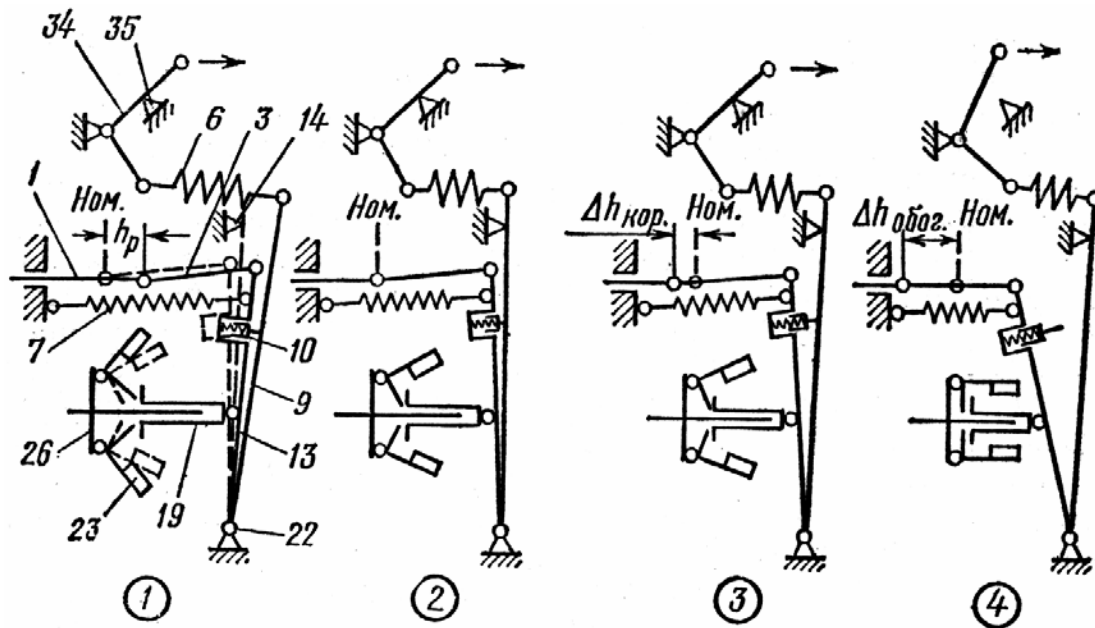

Рис. 4.24. Схема действия регулятора насоса УТН-5А при различных режимах работы двигателя:
6. По плакату или рис. 4.24 рассмотрите устройство регулятора насоса УТН-5А. На выступающем в корпус регулятора конце кулачкового вала насоса крепится ступица 26. На ней шарнирно закреплены четыре грузика 23. Внутренние рычаги грузиков упираются в муфту 19, а она - в рычаги 9 и 13 регулятора. На основной рычаг 9 воздействует пружина 6, натяжение которой может изменяться рычагом 34 управления регулятором. Этот рычаг соединен тягами с рычагом акселератора, находящимся в кабине трактора. Тракторист, изменяя положение акселератора, меняет натяжение пружины 6, чем переводит двигатель на нужный скоростной режим. Промежуточный рычаг 13 имеет корректорное устройство 10, на него же воздействует пружина 7 обогатителя.
9. Изучите работу регулятора на основных режимах работы двигателя (рис. 4.24).